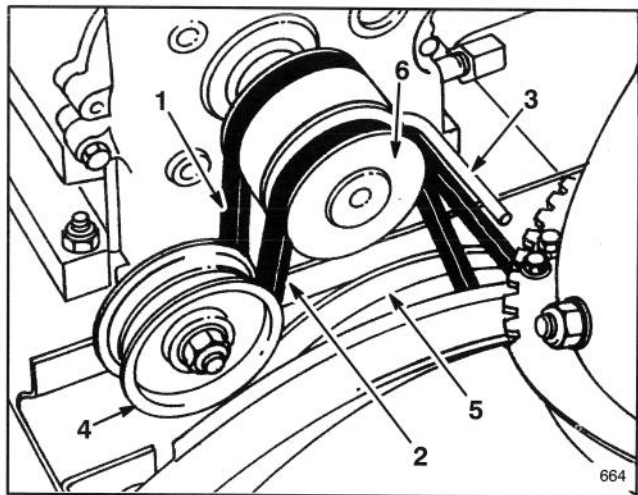

Figure 25
- Vis (2)
- Retirez la courroie d'entraînement de la tarière/roue hélice de la poulie du moteur et de la grande poulie de la tarière/roue hélice (Fig. 25).
- Passez la courroie neuve autour de la grande poulie de tarière/rotor (Fig. 25). Passez ensuite la courroie sur la poulie du moteur en vous assurant que la courroie soit à l'intérieur de la poulie de renvoi et du guide de courroie en fil métallique (Fig. 25).
- Reposez la garde de la courroie à l'aide des (2) vis.
4. Retirez la courroie d'entraînement de la tarière/roue hélice de la poulie du moteur et de la grande poulie de la tarière/roue hélice (Fig. 25).
8. Remettez la déneigeuse en position normale et enlevez la courroie de commande de traction de la poulie du moteur et de la grande poulie de traction (Fig. 25).
9. Passez la courroie neuve autour de la grande poulie de commande de traction. Ensuite, engagez la courroie sur la poulie du moteur en vous assurant qu'elle se trouve bien à l'intérieur du guide (Fig. 25).
13. Remplacez la courroie de la tarière/roue hélice sur la grande poulie et sur la poulie du moteur. Assurez-vous que la courroie soit bien passée à l'intérieur de la poulie de tension et du guide (Fig. 25).